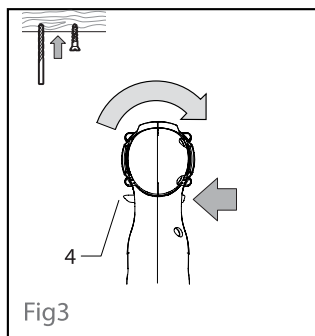
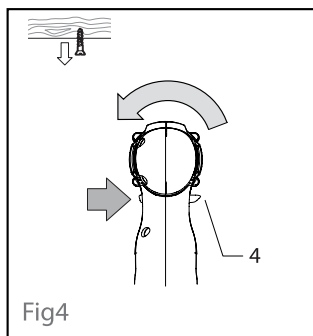

Fig3
Fig4
### Selección de la dirección de rotación (Fig.3, 4)
- Cambie la posición del interruptor de rotación (5) solo en un punto muerto.
1. Presione el interruptor de rotación (4) hacia la izquierda para detener y presione el interruptor de velocidad variable (8), el eje de salida funciona en sentido horario (Fig. 3). (Para apretar tornillo y taladrar)
2. Ponga el interruptor de rotación (4) en la posición central, el interruptor está bloqueado. (Posición de apagado)
3. Presione el interruptor de rotación (4) hacia la derecha para detenerse y presione el interruptor de velocidad variable (8), el eje de salida funciona en sentido antihorario (Fig. 4). (Para sacar los tornillos)